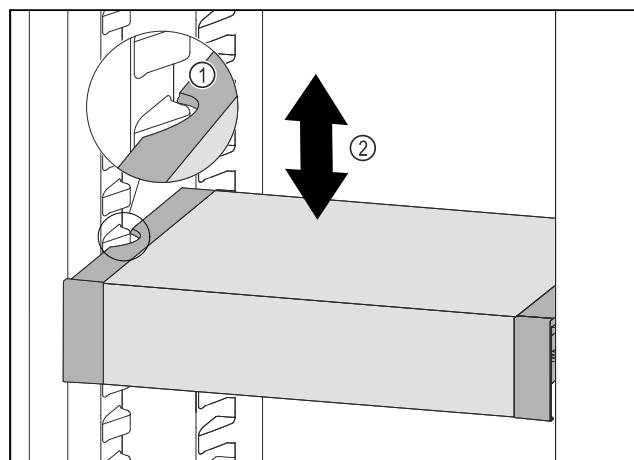

Fig. 91
- VarioSafe tiahajte dopredu, dokým sa bočné vybrania VarioSafe nebudú nachádzať vo výške rebra nádoby v chladničke. Fig. 91 (1)
- VarioSafe v chladničke presúvajte nahor alebo nadol, dokým sa dosiahne požadovaná výška. Fig. 91 (2)